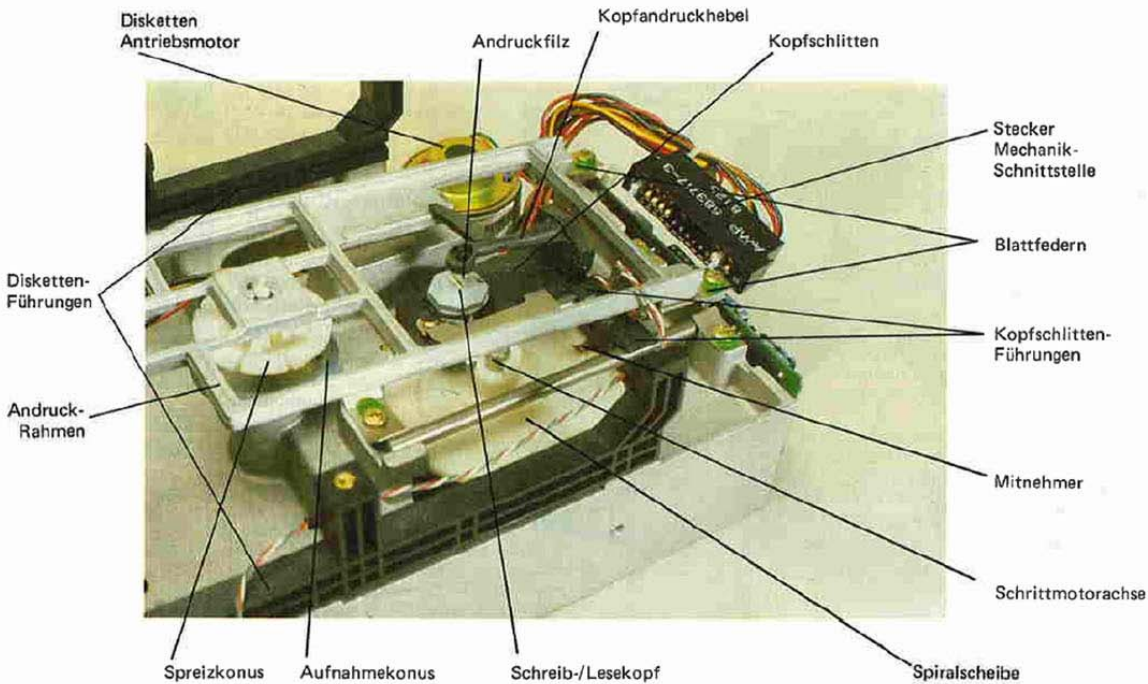
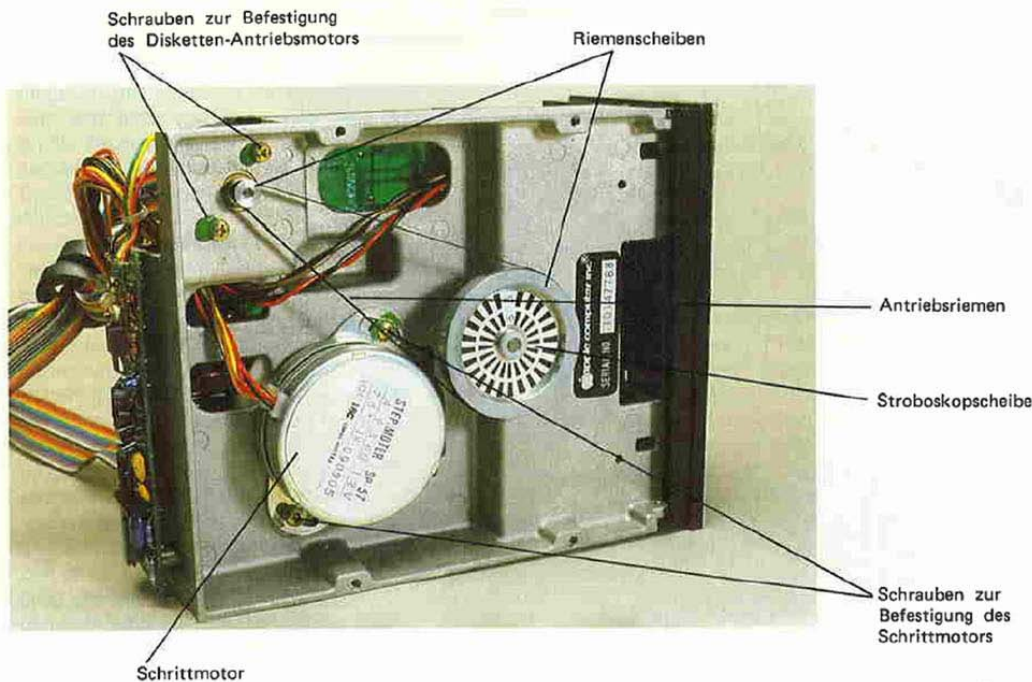

Bild 3: Laufwerk-Oberseite ohne Analogkarte
Bild 4: Laufwerk-Unterseite
**Bild 3** zeigt die Oberseite des Laufwerks, nachdem die Analogkarte abgebaut wurde. **Bild 4** schließlich zeigt das Laufwerk von unten. Auf den beiden letzten Bildern